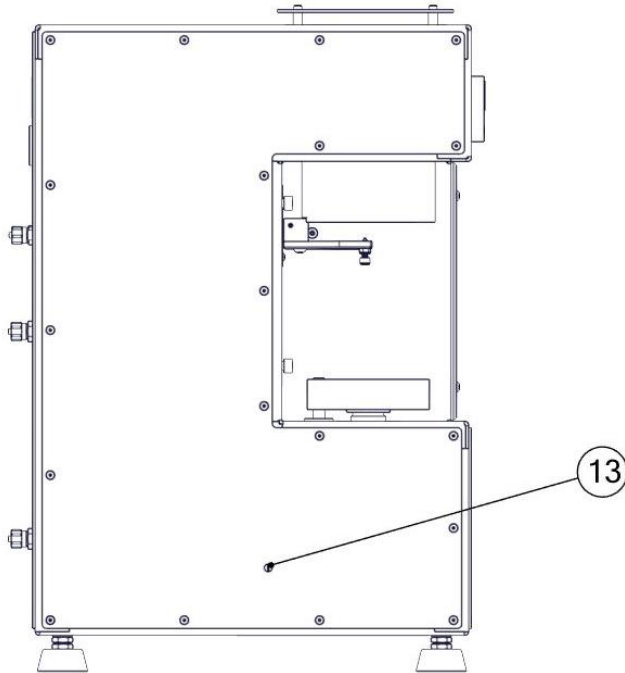

Figure 7-5 - Vue latérale gauche
- » Avec un petit tournevis, réglez la vanne de régulation de vitesse de descente de la table (Figure 7-5, pos. 13). Tourner la vanne dans le sens des aiguilles d'une montre réduira la vitesse d'application de la charge. Tourner la vanne dans le sens antihoraire augmentera la vitesse d'application de la charge.